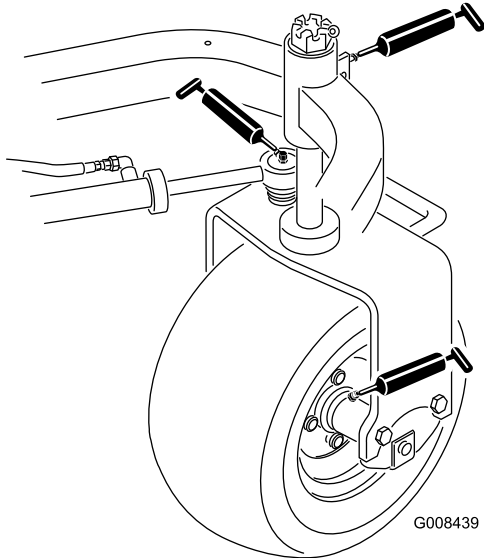

Bild 27
- Hinterradnabe (1) (Bild 27)
- Laufradlager (1) (Bild 27)
- Lenkzylinder (2) (Bild 27)